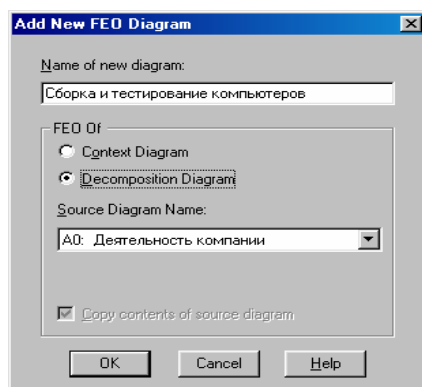

Рис. 68. Диалоговое окно **Add New FEO Diagram**
2. В диалоговом окне **Add New FEO Diagram** выберите тип и внесите имя диаграммы **FEO**, как показано на рис. 68. Щелкните по кнопке **OK**.